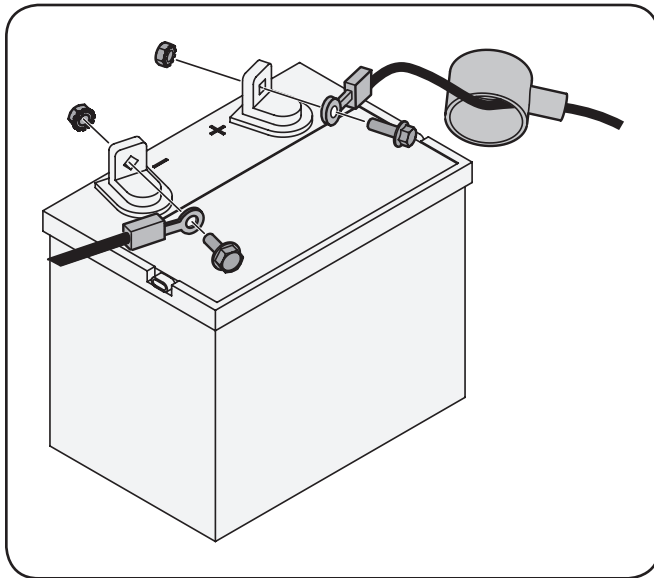

Figura 3-9
1. Retire la cubierta plástica, si es que está presente, del borne positivo de la batería y una el cable rojo al borne positivo de la batería (+) utilizando el perno y la tuerca hexagonal. Vea la Figura 3-9.
2. Retire la cubierta plástica, si es que está presente, del borne negativo de la batería y una el cable negro al borne negativo de la batería (-) utilizando el perno y la tuerca hexagonal. Vea la Figura 3-9.